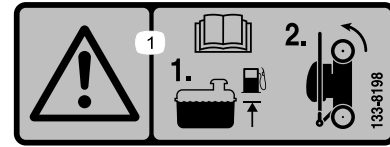

Figura 23
1. Asegúrese de que el nivel de combustible del depósito de combustible no sobrepasa lo recomendado por el fabricante del motor; consulte la pegatina de fabricante del motor, situada en el motor (Figura 23).